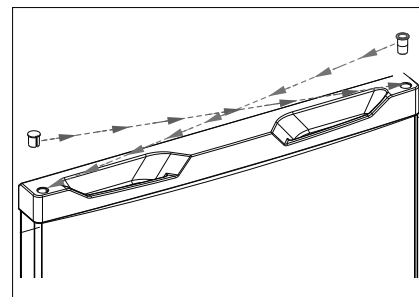

Fig. 9
- ▶ Coloque el tapón ciego en el orificio del lado derecho (fig. 9).